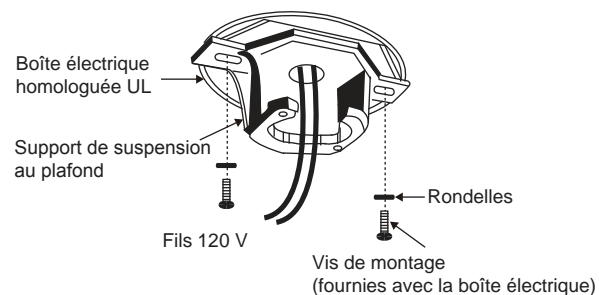

Fig. 6
**Étape 3.** Faites passer les fils d'alimentation de 120 V de la boîte à prises du plafond par le centre du support de montage au plafond (Fig. 6).
**Étape 4.** Fixez le support de montage au plafond à la boîte à prises en utilisant les vis et les rondelles fournies avec la boîte à prises (Fig. 6).